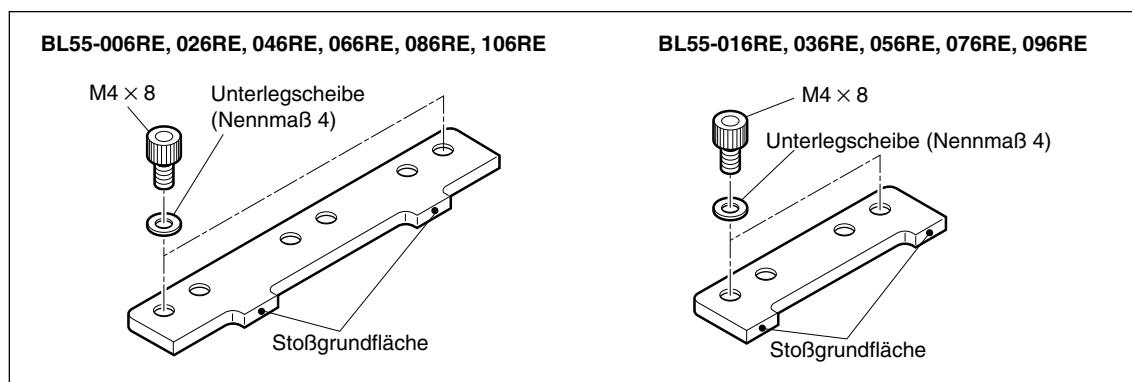

Abb. 3-4
- 4** Schieben Sie den Maßstab zwischen Maßstabsklammer und Montagefläche ein, während Sie seine Bezugsfläche (siehe Abb. 3-4) leicht gegen die Stoßgrundfläche drücken (Hinweis). Ziehen Sie die in der Abbildung mit A und B gekennzeichneten Schrauben der Maßstabsklammer schrittweise und abwechselnd an. (Verwenden Sie nur die linke Maßstabsklammer für Klammern mit zwei Schrauben, und die mittlere Maßstabsklammer für Klammern mit drei Schrauben.) (Endanzugsmoment: 1,4 N · m)